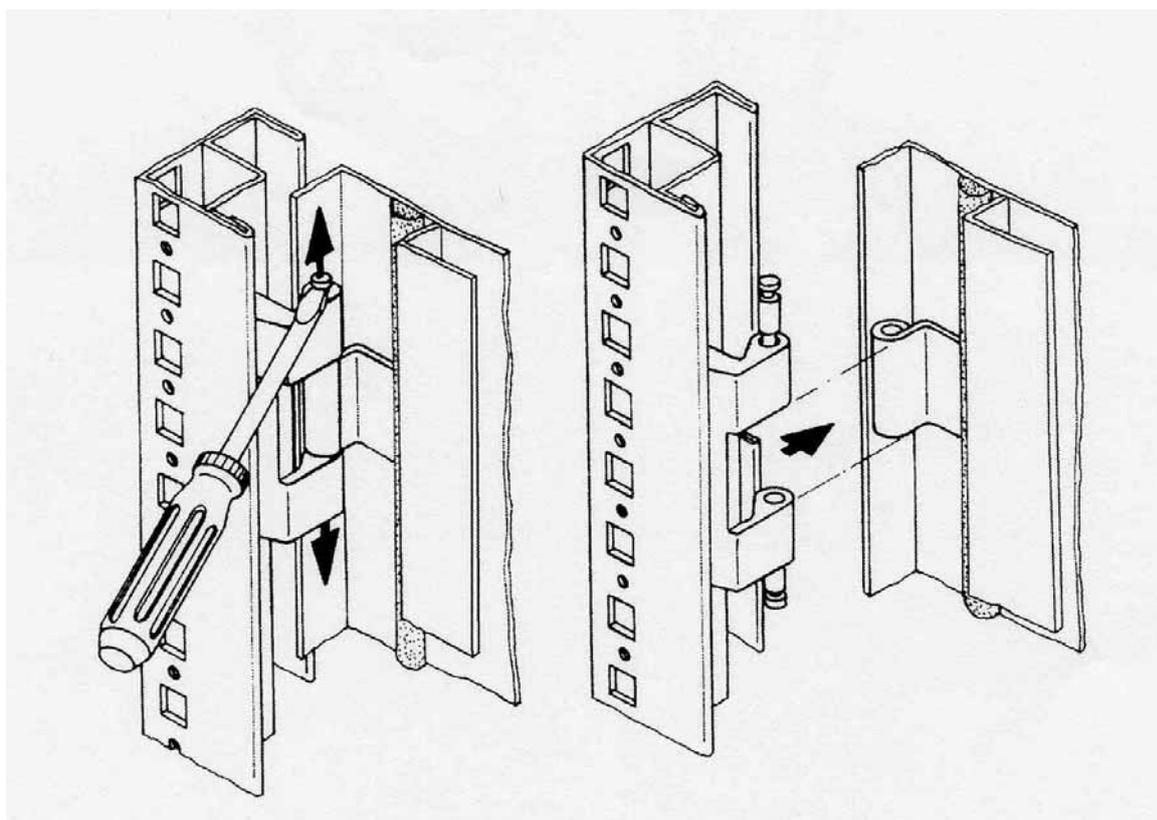

Рис. 8: Демонтаж двери
- Закрыть дверь шкафа и в этом положении снять ее. (см. рис. 8)